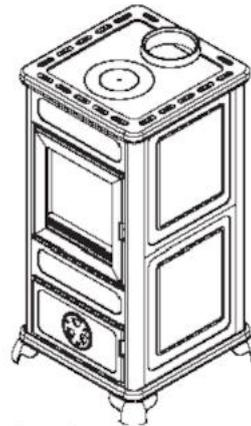

fig. 7
- In Abb. 7 ist der Ofen nach Abschluss der Montage dargestellt.